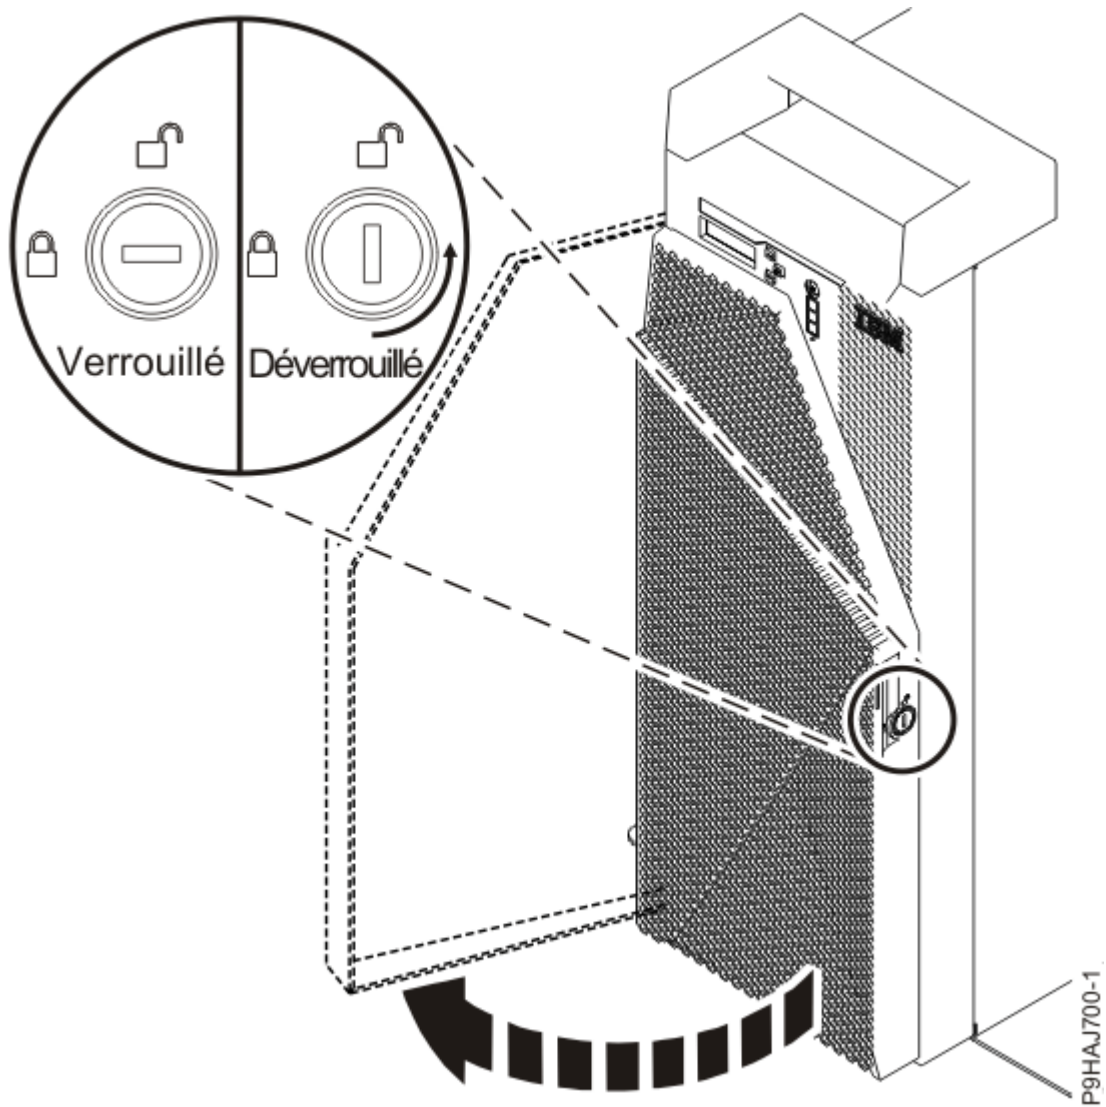

Figure 38. Déverrouillage du volet avant
- a) Insérez la clé du volet avant dans le verrou, comme illustré dans la Figure 38, à la page 40. Tournez la clé vers la gauche (dans le sens contraire des aiguilles d'une montre) afin de déverrouiller le volet. Horizontal correspond à la position verrouillée ; vertical correspond à la position déverrouillée. Ouvrez le volet avant.